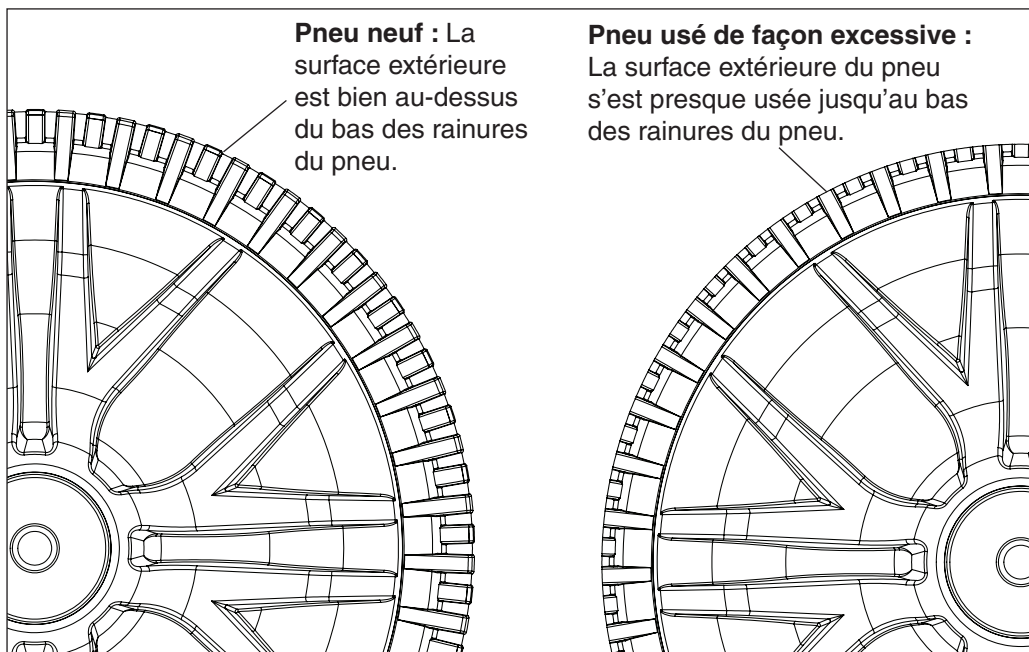

Figure 18
- Les pneus ne sont pas excessivement usés. Voir la **Figure 18** à la page suivante.
Après une utilisation prolongée, il peut être nécessaire de remplacer les pneus en caoutchouc du nettoyeur. Lorsque la surface du pneu est usée jusqu'aux rainures, il est temps de remplacer le pneu. Voir la **Figure 18**.